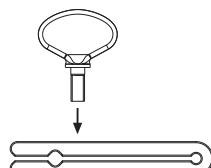

Fig. 18
- ▶ Montare lo strumento estrattore, vedere Fig. 18.